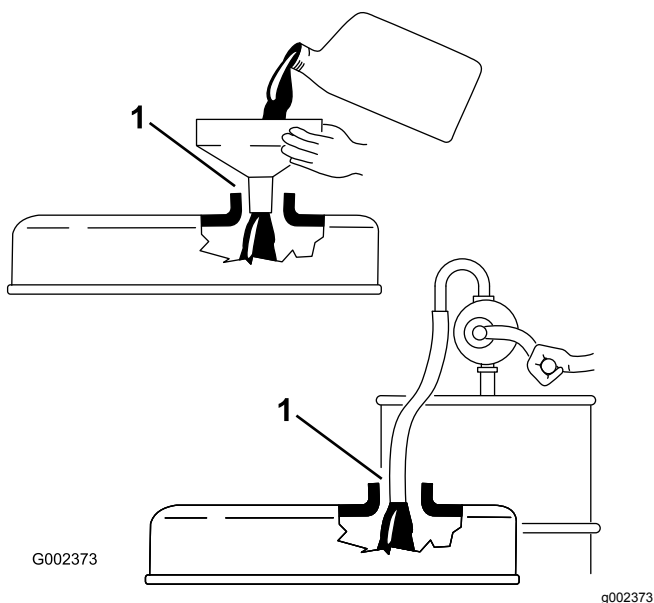

Figura 17
**Importante:** Ao adicionar óleo ou ao proceder ao enchimento, tem de existir uma folga entre o dispositivo de enchimento e o orifício da tampa de válvulas como indicado na Figura 17. Esta folga é necessária para permitir a ventilação durante o enchimento, o que evita que o óleo passe para o respiradouro.